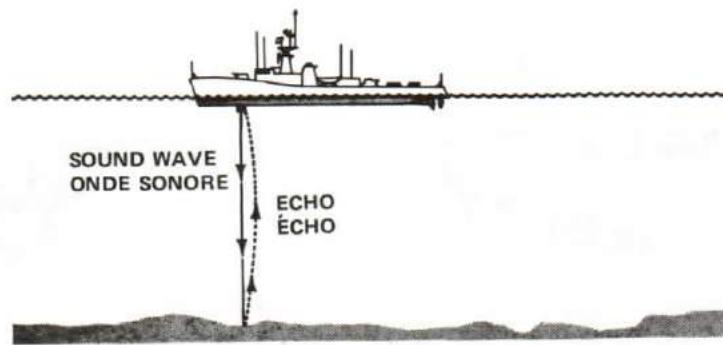

Figure 3-3
4. It was not possible to measure the depth of the sea except with a weight and measured line, however, after 1925, the echo-sounder came into use. This device measures the length of time it takes for a sound to travel to the bottom and for the echo to get back to the ship. Knowing the speed of sound in water, it is then a simple matter to calculate the depth of the ocean bed. For example, suppose you transmit a sound, and it takes four seconds for the echo to get back to you. See Figure 3-3. Then you know that it must have taken a half of four seconds, or two seconds to get to the bottom. If you reckon that sound travels at about 4,800 feet per second in water, then the depth of the water must have been $2 \times 4,800$ or about 9,600 feet. There are mountains and valleys, canyons and plains under the sea just as there are ashore.
4. Avant 1925, on ne pouvait mesurer la profondeur de la mer qu'avec un poids attaché à une ligne étalonnée. Peu après, le sondeur acoustique fit son apparition. L'appareil mesure le temps pris par le son pour aller du navire au fond et en revenir. La vitesse du son dans l'eau étant connue, il est facile de calculer la distance du fond marin. Prenons un exemple: supposons que nous dirignons vers le fond de la mer un son qui met quatre secondes à revenir (voir la figure 3-3). Nous savons donc qu'il lui a fallu la moitié de ces quatre secondes, soit deux secondes, pour atteindre le fond. Le son se propageant dans l'eau à 4,800 pieds à la seconde, la profondeur de l'eau est donc de $4,800 \times 2$, soit environ 9,600 pieds. Le fond de la mer est parsemé de montagnes et de vallées, de gorges et de plaines tout comme la terre ferme.